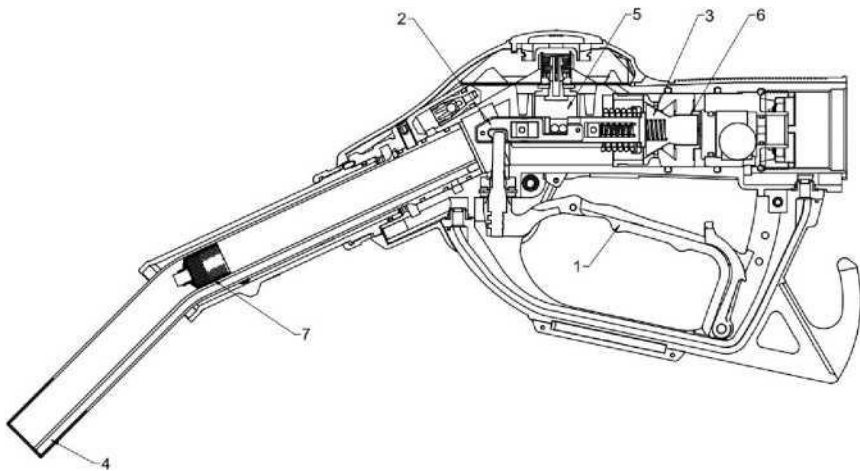

Abbildung 3
Wenn der Hebel (1) gezogen wird, bewegen sich die Kolbenbaugruppe (2) und der Diffusorkolben (3) axial, wodurch Kraftstoff durch die GZD VR Pistole fließen kann. Der Kraftstofffluss aus der GZD VR Pistole erzeugt ein Vakuum und saugt die Außenluft durch das Kapillarrohr (4), die sich mit dem Kraftstoff vermischt, der durch die Membranbaugruppe (5) und spezielle Kanäle im Körper des Geräts fließt. Wenn der Kraftstoff aufgrund des höheren Saugwiderstands den Einlassteil des Kapillarrohrs (4) erreicht, erzeugt er einen Unterdruck auf die Membranbaugruppe (5), wodurch die Membranbaugruppe (5) gezogen und der äußere Teil der Kolbenbaugruppe freigegeben wird (2) Außenseite der Kolbenbaugruppe (2), sie bewegt den Diffusorkolben (3), bis er den Kraftstofffluss vollständig stoppt. Dank der konstruktiven Lösung des Diffusors, in dem sich eine Kammer (6) befindet, erzeugt die automatische Unterbrechung des Kraftstoffflusses einen deutlich geringeren hydrostatischen Stoß, was die Lebensdauer der Hydraulik und Elektronik der Pumpe verlängert (Abb. 3).
Die GZD VR Pistole ist in der Standardausführung mit einem am Kraftstoffeinfüllrohr angebrachten Ventil (7) ausgestattet, das ein Auslaufen des in der GZD VR Pistole verbliebenen Kraftstoffs nach dem Befüllen des Fahrzeugtanks verhindert. (Abb. 3)